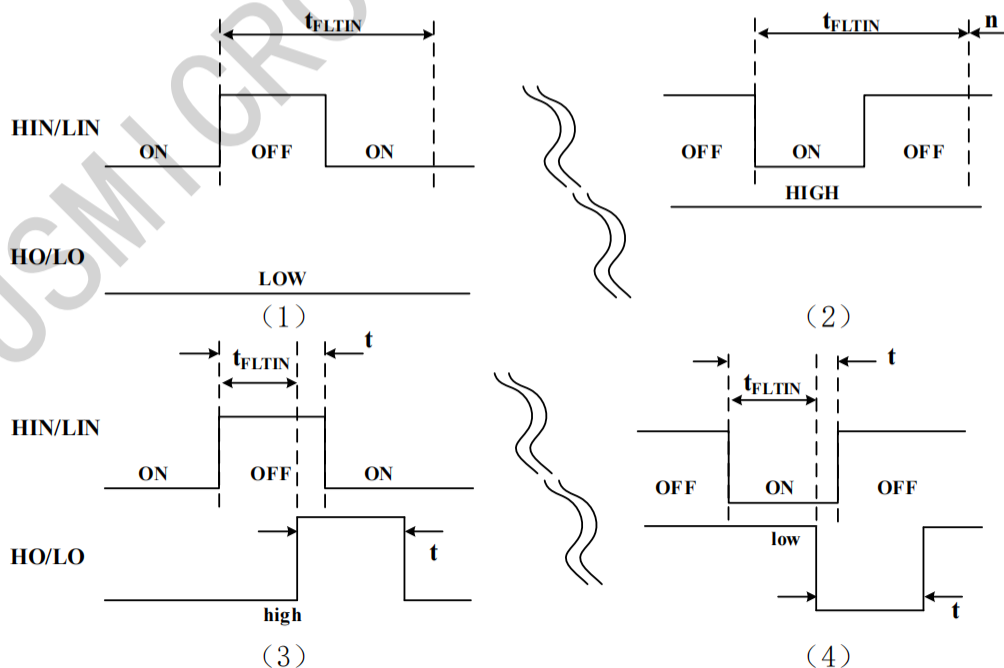

图 7-2 输入滤波波形定义
AGD8256A包含有三路独立的半桥信号输入端口用于接收来自主控的控制信号，不互相干扰。每路半桥的高侧与低侧之间有互锁功能，保证同相位高侧与低侧的输出不会同时为高电平。且高侧与低侧信号之间存在内置的死区时间，有效避免了输出信号重叠导致的严重故障。信号输入端口采用边沿触发的方式，因此在触发保护后，需要给出下一个触发沿信号，输出才会产生变化。每个信号输入端口均通过一个 40KΩ 的电阻下拉至 VSS，浮空时将被置为低电平输入。每个信号输入端口（包括 EN 使能端口）均包含有滤波功能，不会被低于滤波时间的脉冲触发，当包含滤波功能的端口输入信号发生变化时，其持续时间小于输入滤波时间，输出端口均不受到影响产生变化。当输入信号变化持续时间大于输入滤波时间，输出端口则随输入信号发生改变，并与其保持同等时间，如图 7-2 所示：
(1) 当输入正脉冲信号时，且该脉冲信号宽度小于滤波宽度 ($t < t_{FLTIN}$)，如图 7.2(1)所示。输出信号不发生变
(2) 当输入正脉冲信号时，且该脉冲信号宽度大于滤波宽度 ($t > t_{FLTIN}$)，如图 7.2(3)所示。输出信号发生变化，触发一个持续时间为 t (同输入脉宽时间) 的低电平后恢复高电平；
(3) 当输入负脉冲信号时，且该脉冲信号宽度小于滤波宽度 ($t < t_{FLTIN}$)，如图 7.2(2)所示。输出信号不发生变化，持续为低电平；
(4) 当输入负脉冲信号时，且该脉冲信号宽度大于滤波宽度 ($t > t_{FLTIN}$)，如图 7.2(4)所示。输出信号发生变化，触发一个持续时间为 t (同输入脉宽时间) 的高电平后恢复低电平。